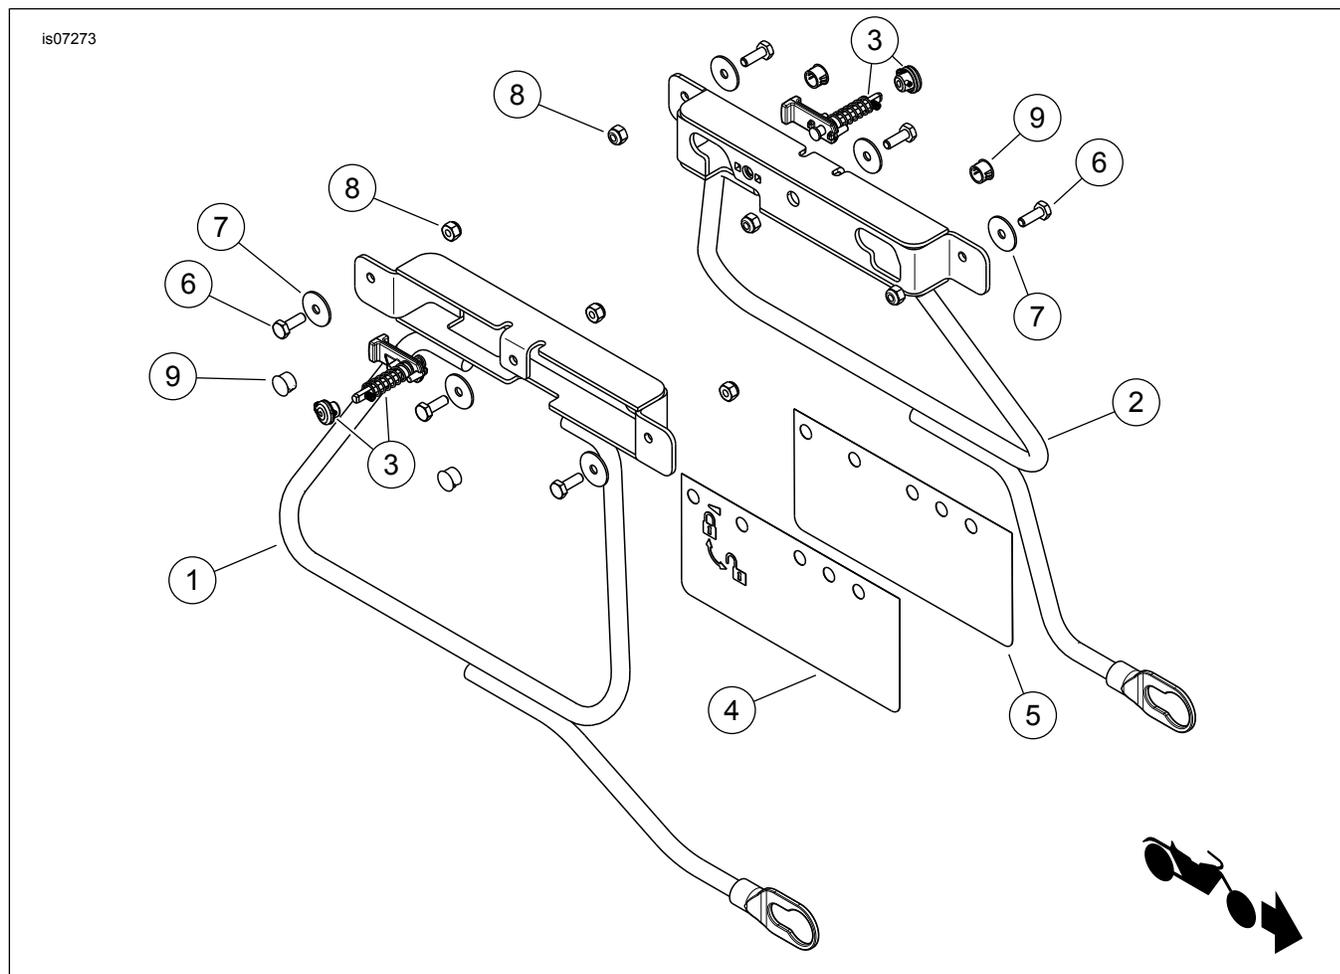

Figura 7. Peças de reposição: Kit de conversão do alforje removível Softail
- j. Veja Figura 7. Insira o pino-trava (parte do kit de serviço 3) através do suporte de montagem. Posicione a trava no suporte e alinhe os ressaltos quadrados de montagem com os furos quadrados do suporte. Instale a mola sobre o pino e a trava.
- l. Instale o suporte de montagem (1 ou 2) no alforje e fixe com os parafusos (6), arruelas (7) e porcas (8). Insira os parafusos pela parte de dentro do alforje. Aperte com torque de 8,1–10,8 N·m (72–96 in-lbs).
- n. Insira bujões plásticos (9) nos furos do alforje. Ao usar um kit de parte superior plana, os bujões precisam ser inseridos pela parte de dentro do alforje. O suporte com parte superior plana então captura o bujão entre a bolsa e o suporte com a parte superior plana.